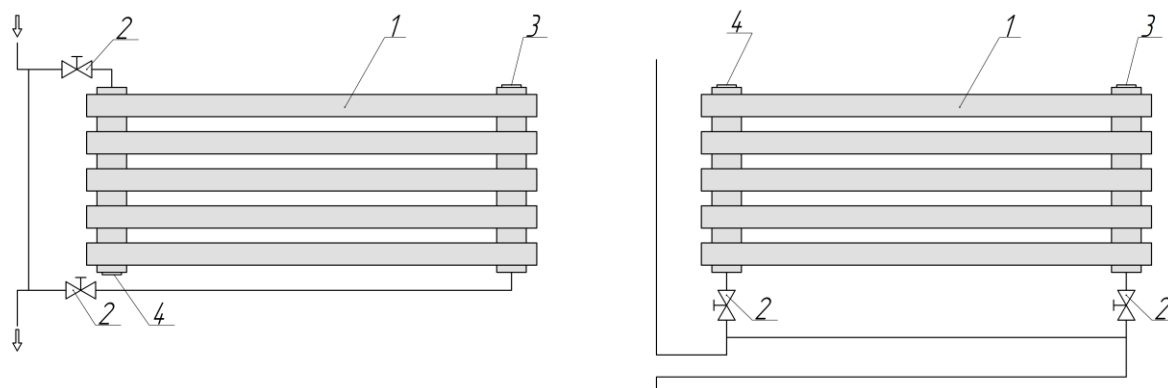
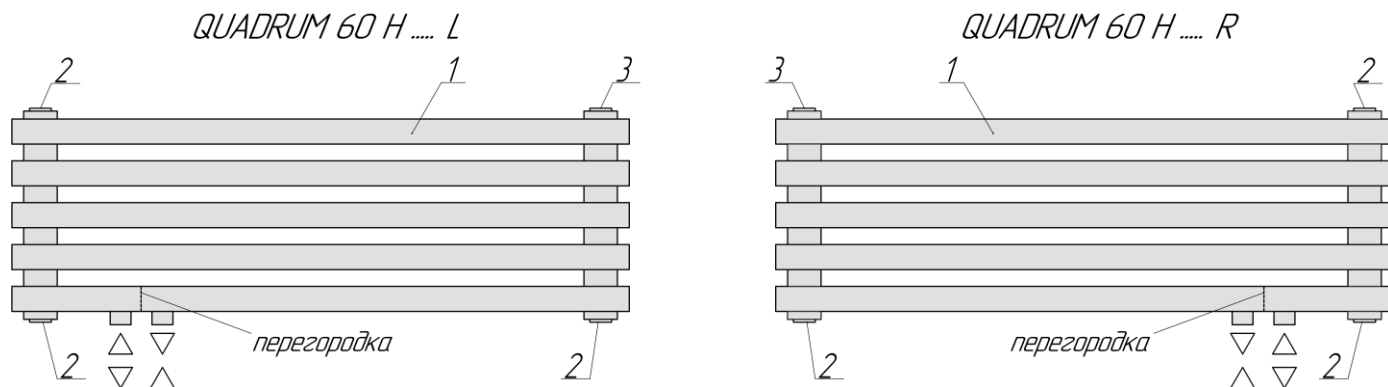

Рис.2 1. Радиатор. 2. Вентиль (кран). 3. Кран-воздухоотводчик. 4. Пробка глухая.
Рис. 4 1. Радиатор. 2. Пробка глухая. 3. Кран-воздухоотводчик.
2.2. Радиаторы «QUADRUN 60 Н» выпускаются с разнесенным (седлообразным) нижним или диагональным подключением (рис.2, 3), либо (для моделей «QUADRUN 60 Н ...R...» и «QUADRUN 60 Н ...L...») с правосторонним или левосторонним нижним подключением с межжосевым расстоянием 50мм (рис.4).